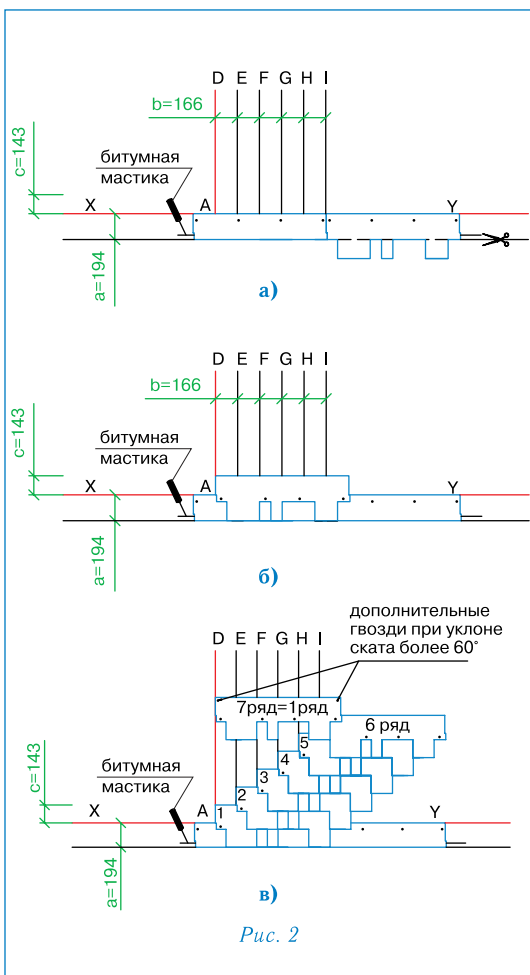

Рис. 2
Укладка материала (рис. 2)
- Начальный ряд формируется из листов черепицы с обрезанными лепестками. Полученные таким образом полосы шириной 19,4 см укладываются по линии карниза в обе стороны от линии I (рис. 2а) и фиксируются по нижнему краю битумной мастикой, а по верхней кромке 4 гвоздями (ось гвоздей на 5 см ниже верхнего края полосы);
- далее первый ряд черепицы укладывается от линии AD (рис. 2б);
- второй ряд укладывается от линии E (со смещением 16,6 см от AD) (рис. 2в);
Каждый лист черепицы крепится 4 гвоздями таким образом, чтобы гвоздь прошивал и верхний край низлежащего листа черепицы (рис. 2в).